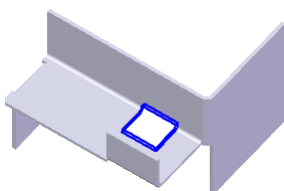
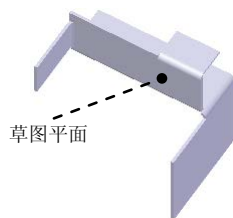

图 5.8.16 除料特征 1
图 5.8.17 定义草图平面
(6) 单击“关闭草图”按钮 ，单击  按钮，完成特征的创建。
Step7. 创建图 5.8.16 所示的除料特征 1。
(1) 选择命令。在“主页”功能选项卡“钣金”工具栏中单击  按钮，选择  除料命令。
(2) 定义特征的截面草图。
① 选取草图平面。在系统  的提示下，选取图 5.8.17 所示的模型表面为草图平面。
(3) 定义除料特征属性。在命令条中单击“有限范围”按钮 ，在  距离: 文本框中输入值 2，按 **Enter** 键，并定义其除料方向为 Y 轴正方向（图 5.8.16），单击鼠标左键。
(4) 单击  按钮，完成特征的创建。